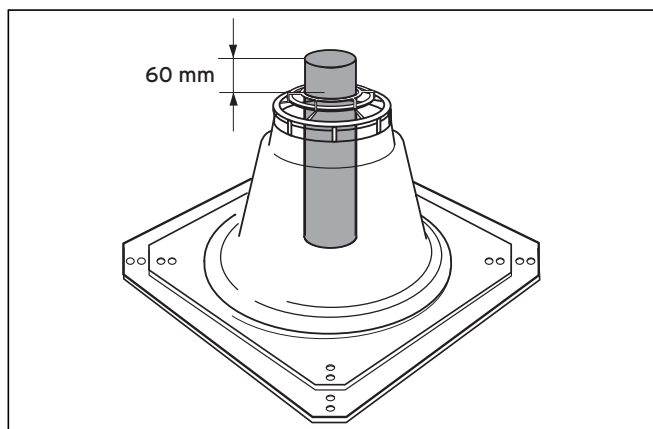

Рис. 5.32 Длина верхней трубы газопровода
- Контроль: Над основанием шахтной насадки должно выступать 60 мм (см. рис. 5.32).
- Зажмите колпак шахтной насадки (1) над верхним концом жесткого выпускного газопровода и сильно надавите.